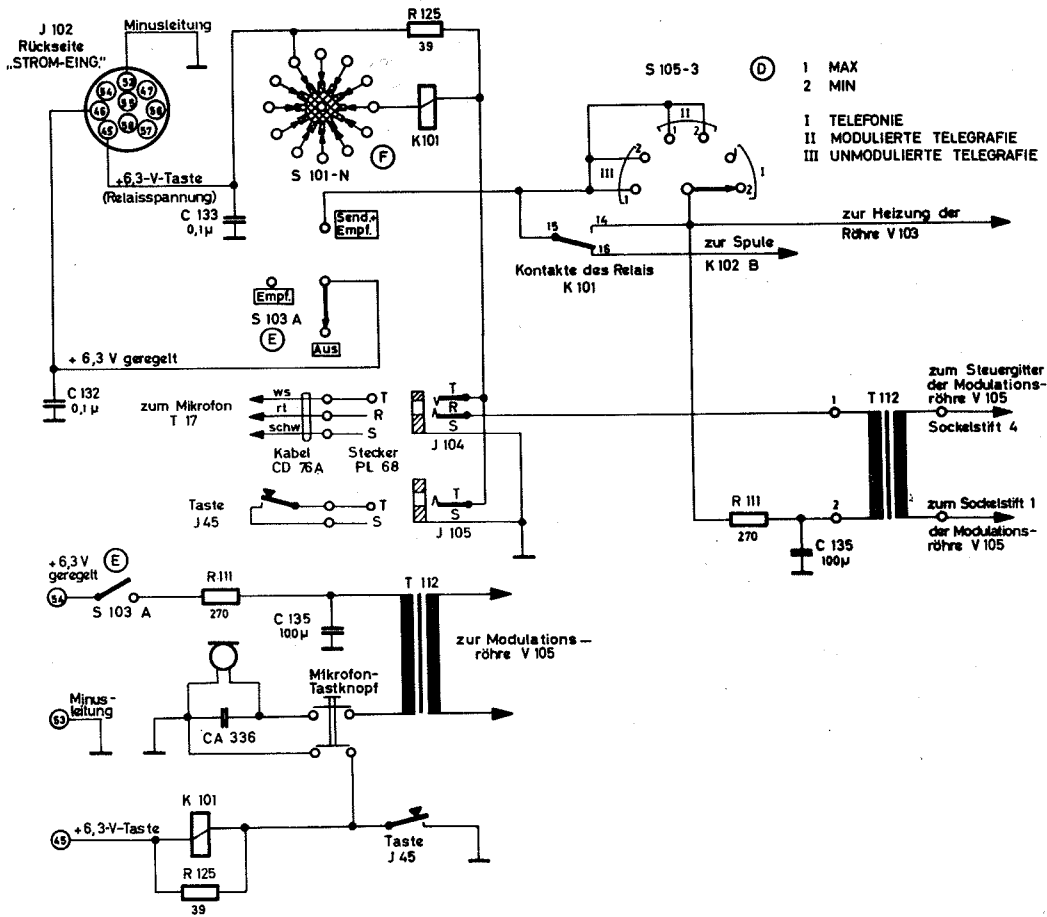

Bild 77 Stromkreise des Mikrofons und der Morsetaste
c) Antennenabstimmung. Schalter C ist mit einem Eisenkern verbunden, mit dem Spulen T 110 A und T 110 B abgestimmt werden können. Die Neon-Glimmlampe I 101 zeigt durch Aufleuchten an, daß die Antennenspule in Resonanz mit der Antenne ist. Bild 77 zeigt die Glimmlampe mit der Spule L 104, Kondensator C 124 und Kondensator C 125 in Serie. Die Glimmlampe leuchtet mit einer Helligkeit, die ungefähr proportional der HF-Spannung ist, die an der Primärseite der Spule liegt. Die Glimmlampe dient als Anzeige für die Abstimmung des HF-Transformators (Resonanzanzeige). Die Widerstände R 122 und R 123 liegen in Serie mit der Glimmlampe und diese Serienanordnung liegt an einer 500-Volt-Gleichspannungsleitung, wenn die Kontakte 9 und 10 des Relais K 101 geschlossen sind.
5.2.9 Elektrische Verbindungen des Mikrofons und der Morsetaste (Bild 77)